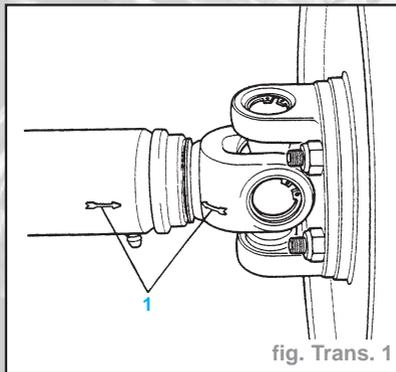

fig. Trans. 1
- Prendre note des marques (1) d'alignement sur la chape et sur l'arbre (Fig. Trans. 1).